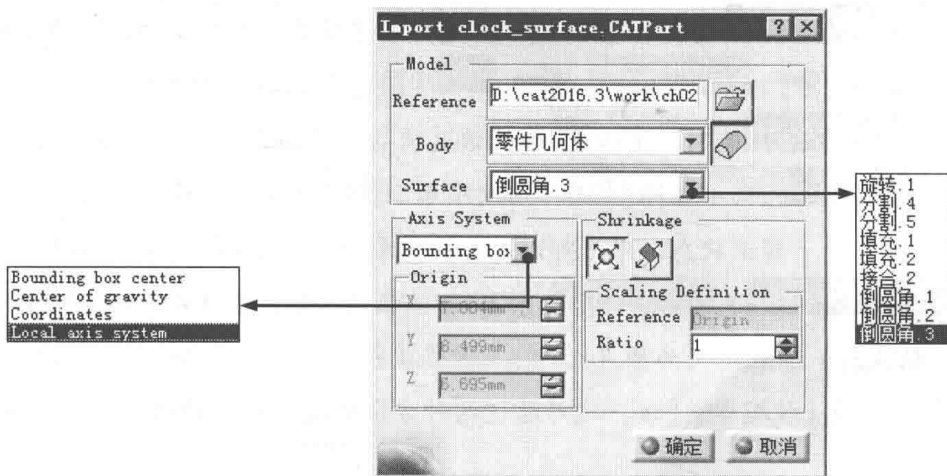

图 2.2.1 “Import clock\_surface.CATPart”对话框
(1) 选择命令。选择下拉菜单 **插入** → **Models** → **Import...** 命令，系统弹出“Import Molded Part”对话框。
(2) 在“Import Molded Part”对话框的 **Model** 区域中单击“打开”按钮，系统弹出“选择文件”对话框，选择 D:\cat2016.3\work\ch02\clock\_surface.CATPart，单击 **打开(O)** 按钮，此时“Import Molded Part”对话框改名为“Import clock\_surface.CATPart”，如图 2.2.1 所示。
(3) 选择要开模的实体。接受系统默认的设置。